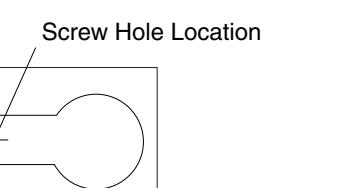

Figure 3
- Placer le boîtier de l'appareil sur la surface de montage et à l'aide d'un crayon tracer l'emplacement des trous de vis sur la partie étroite des encoches en trou de serrure. Voir la Fig. 3.
6. Position the Fixture Housing (1) against the mounting surface and with a pencil, mark the screw hole locations to be located at the narrow section of the keyholes. **See Fig. 3.**
6. Coloque la caja de la luminaria contra la superficie de montaje y con un lápiz, marque las localizaciones de los agujeros para los tornillos que serán ubicados en la sección angosta de los "keyholes". **Vea Fig. 3.**